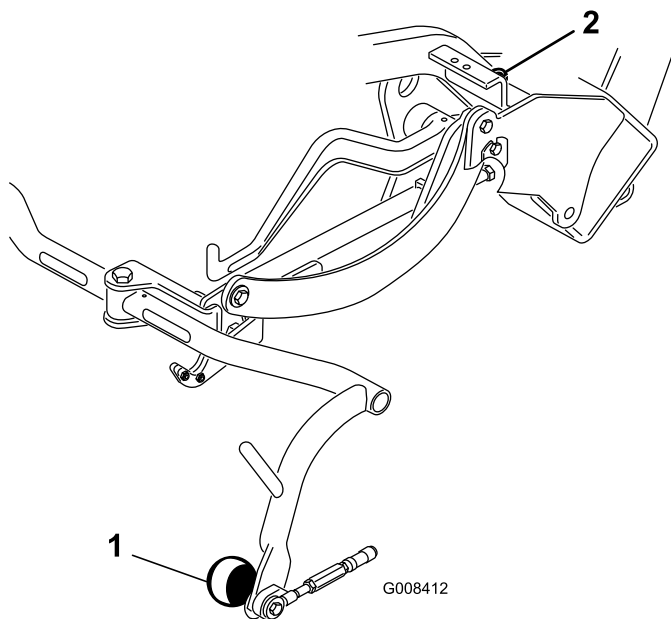

Bild 9
3. Sollte eine Einstellung erforderlich sein, lösen Sie die Klemmmutter an der Anschlagschraube des Trägerrahmens (Bild 9) und drehen Sie die Schraube nach oben oder unten, um den Trägerrahmen anzuheben oder abzulassen.